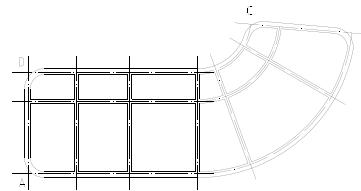

图 4-9 倒墙角图
倒墙角效果如图 4-9 所示。
2. 同理，使用“倒墙角”命令完成 B、C、D 点操作。绘制结果为弧墙，如图 4-9 所示。